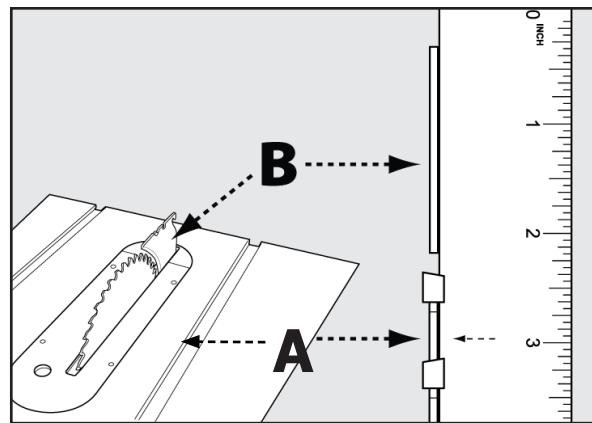

FIGURA 24a
1. Alineación horizontal: Coloque una regla en la mesa contra la parte frontal de la hoja (A) y asegúrese de que se extienda a lo largo del separador (B) como se muestra en la Figura 24a. El separador debe tocar ligeramente la regla. Asegúrese de que la regla se acomode entre los dientes y descansen sobre la parte frontal de la hoja y el separador.